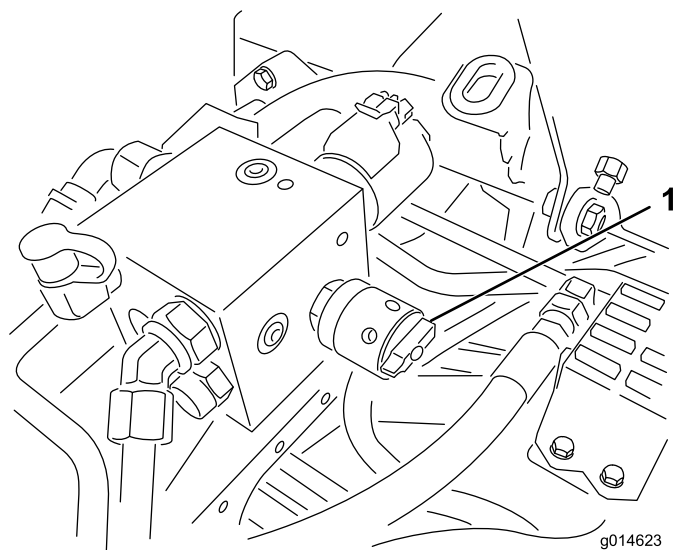

Рисунок 52
6. Поверните регулятор частоты вращения барабана в положение 1 (Рисунок 52).
4. Настройте частоту вращения барабана, повернув регулятор (Рисунок 52) так, чтобы стрелка указателя совместились с номером, который вы определили при выполнении пункта 3.